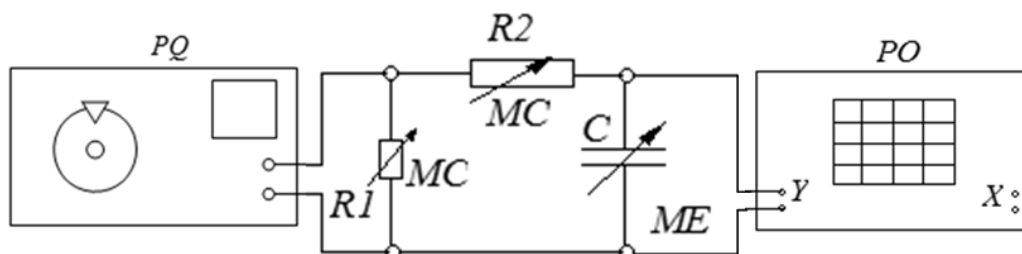

Рисунок 8 – Структурная схема экспериментальной установки
Экспериментальная установка для наблюдения процессов заряда-разряда конденсаторов содержит (рисунок 8):
Исследуемая электрическая цепь организуется согласно схеме (рисунок 8) с помощью соединительных кабелей. Кабели для подключения к персональному компьютеру имеют цветовую маркировку:
4. Соберите исследуемую электрическую цепь (рисунок 8), воспользовавшись соединительными кабелями. Установите: